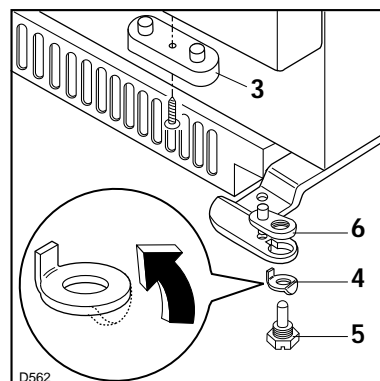
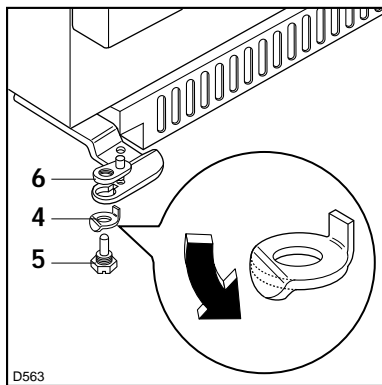

Abb. 3
Abb. 4
(6) (Abb. 3) entfernen. Aus Gründen der Sicherheit mit Hilfe eines Gerätes (z.B. einen Schraubzieher) das Sicherungsblech, das sich unter dem Scharnier befindet, abbiegen (Abb. 4). Das Kunststoffteil (3-Abb. 3) abschrauben und entfernen.